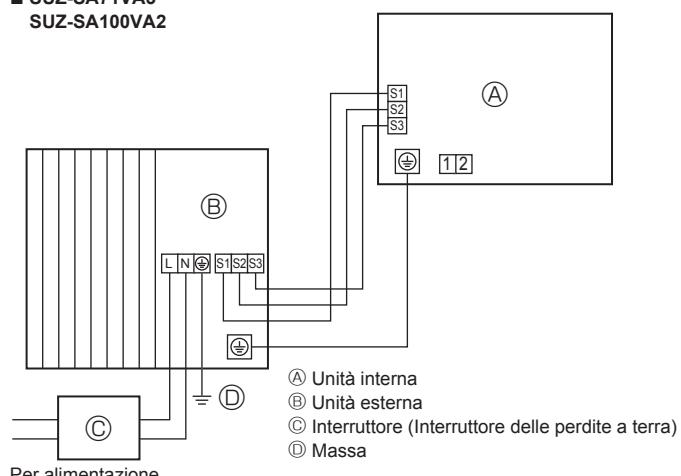
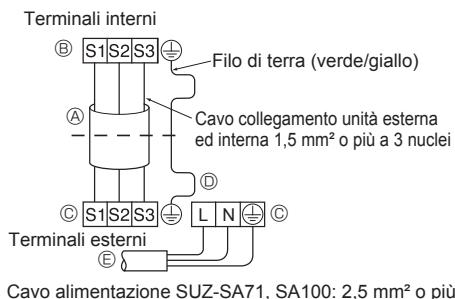
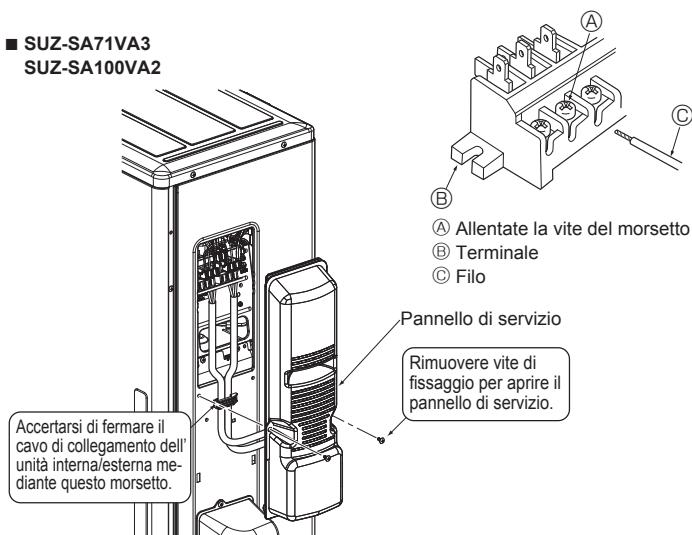

Fig. 5-1
Fig. 5-2
Fig. 5-3
5.1. Unità esterna (Fig. 5-1, Fig. 5-2, Fig. 5-3, Fig. 5-4)
- ① Rimuovere il pannello di servizio.
- ② Collegare i cavi facendo riferimento alla Fig. 5-1, Fig. 5-2, Fig. 5-3 e Fig. 5-4.
- Eseguire i collegamenti elettrici seguendo lo schema ripreso qui sotto a sinistra (Procurarsi il cavo localmente). (Fig. 5-2)
- State attenti a non invertire i fili. (Fig. 5-3)